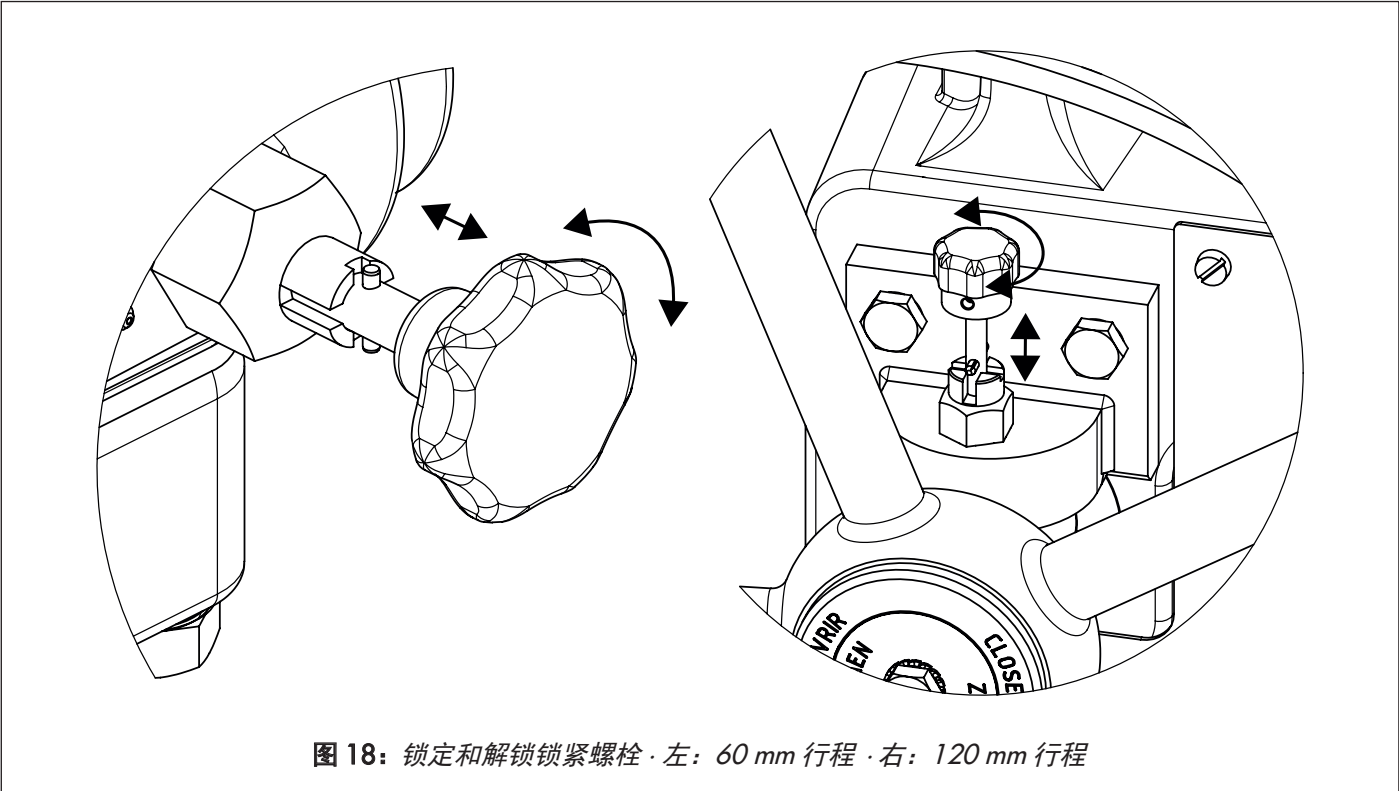

图 18：锁定和解锁锁紧螺栓 · 左：60 mm 行程 · 右：120 mm 行程
1. 要从自动操作切换到手动操作，请松开手轮。拉动锁紧螺栓并将其旋转 90° 以松开手轮（见图 18）。
4. 锁定手轮。将锁紧螺栓旋转至少 90°，直到再次接合以锁定手轮（见图 18）。
1. 拉动锁紧螺栓并将其旋转 90° 以松开手轮（图 18）。
3. 将锁紧螺栓旋转至少 90°，直到再次接合以锁定手轮（见图 18）。